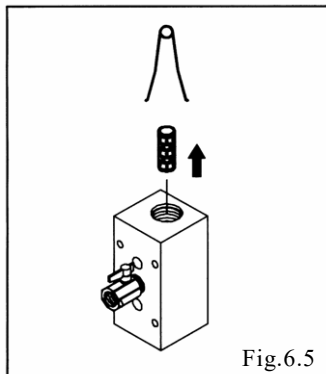

Fig.6.5
- 使用套筒拔出工具（专用工具：零部件代码 713148），从阀体组件上取下套筒。〈Fig.6.5〉